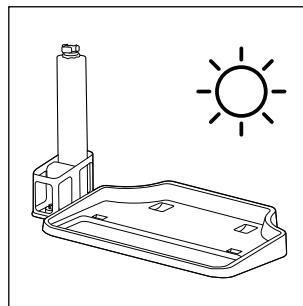

Fig. 38
- ◆ Para el secado, también puede colocar el rodillo de cepillos ⑥ en posición vertical en el soporte para el rodillo de cepillos ⑤ de la estación de soporte y limpieza (consulte la fig. 38).